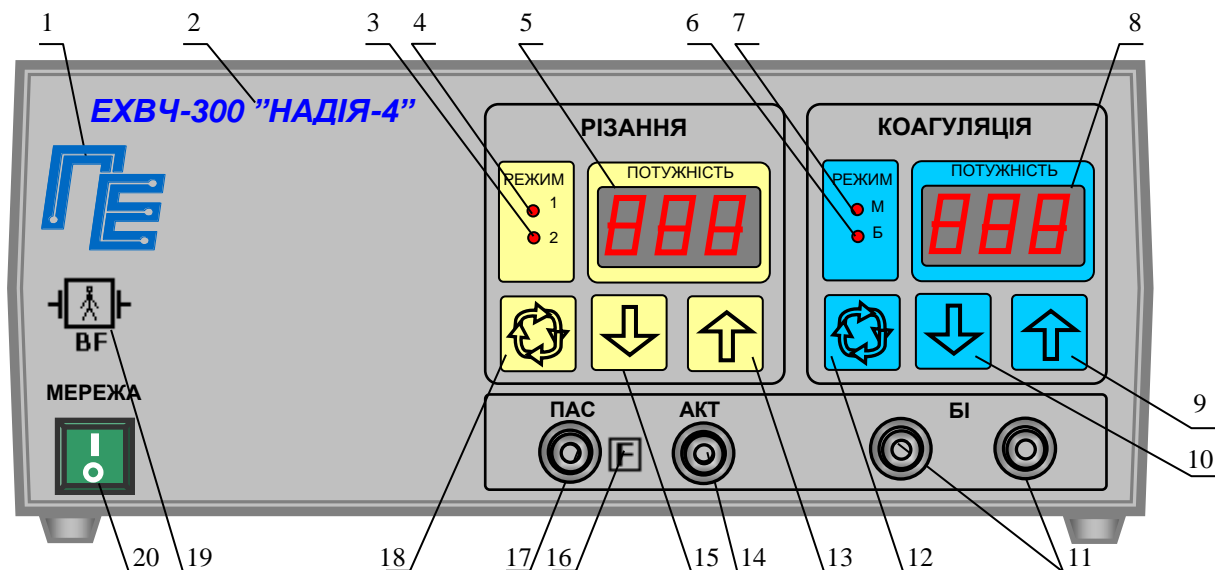
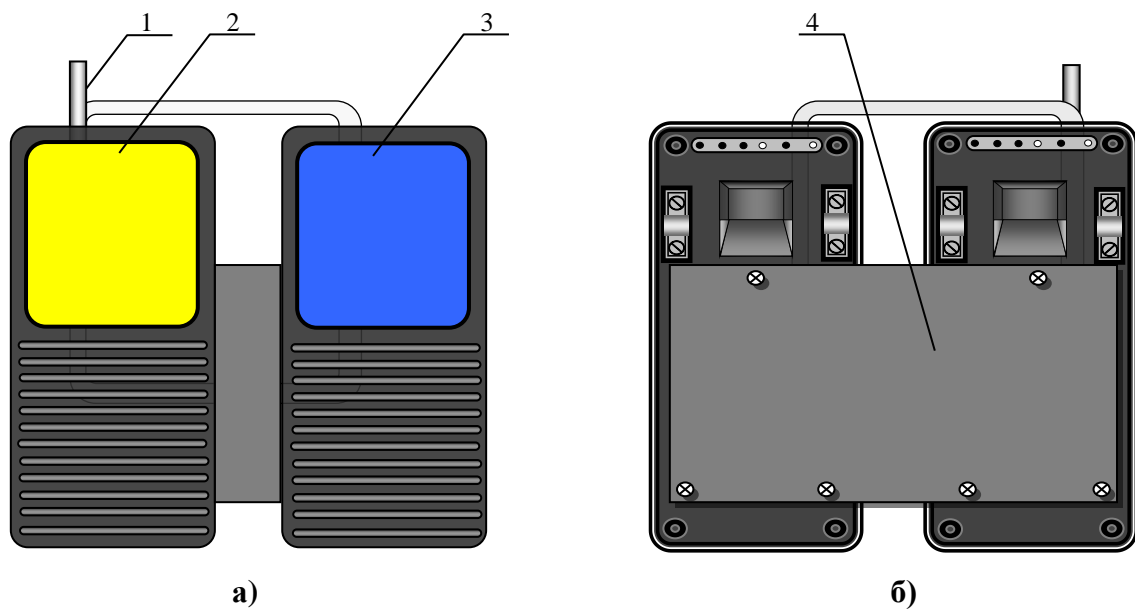

Рис.1. Передня панель електронного блоку.
Рис. 3. Ножна педаль
Конструктивно апарат виконаний у вигляді двох окремих блоків - електронного блоку (рис. 1,2) і ножної педалі (рис. 3).
На передній панелі електронного блоку розташовані наступні органи управління і індикації (рис.1):
Конструкція ножної педалі (рис.3) є підлоговою конструкцією, на якій розташовано дві рухомі платформи: ліва (2) - для включення виду роботи РІЗАННЯ, права (3) - КОАГУЛЯЦІЯ.
- При цьому висвітлюються індикатори: “МЕРЕЖА”, вибраних режимів роботи. На індикаторах (5,8 рис.1) висвітлюються цифри встановленого рівня вихідної потужності;
- перевірити переключення режимів роботи, для чого послідовно натискаючи кнопки (12, 18 рис.1), переконатися, що апарат послідовно перемикає режими 1, 2 для РІЗАННЯ і режимів М, Б для КООГУЛЯЦІЯ по послідовному загорянню відповідних індикаторів (3, 4, 6, 7 рис.1);
- перевірити регулювання рівня вихідної потужності, для чого, натиснувши кнопки управління (9, 13 рис. 1), переконатися, що відбувається збільшення показань індикатора рівня вихідної потужності, а натиснувши кнопки управління (10, 15 рис.1), переконатися, що відбувається зменшення показань індикатора рівня вихідної потужності. Перевірку провести як для виду робіт РІЗАННЯ так і для виду робіт КООГУЛЯЦІЯ. Слід пам'ятати, що встановлені рівні вихідної потужності запам'ятовуються для кожного виду і режиму роботи. Види роботи включаються тільки по черзі.